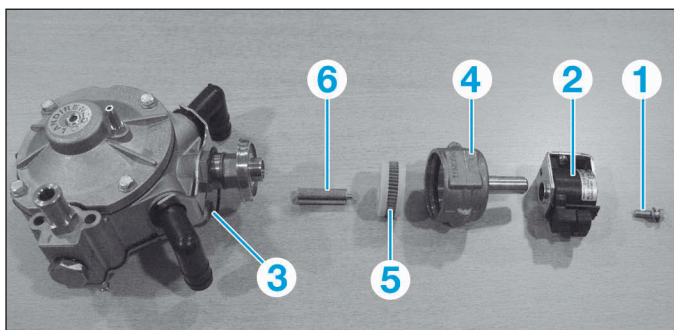

FIG.44
- Déposer la vis (1) et sortir l'électrovanne (2) (Fig.44).
- Dégrafer le circlip (3) puis sortir le corps d'électrovanne (4).
- Déposer le filtre phase liquide (5) et ses joints d'étanchéité.